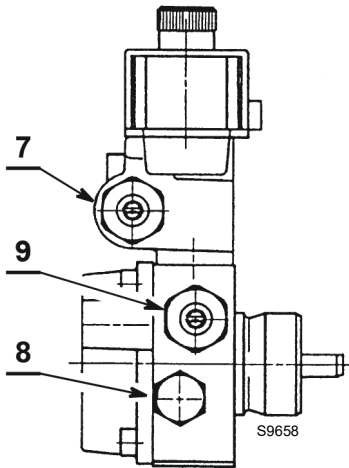

Fig. 19
- Si es necesario, volver a calibrar la presión con el tornillo 7) Fig. 19.
- El manómetro para controlar la presión se monta en lugar del tapón 8) Fig. 19.
- Si es necesario, volver a calibrar dicha presión o, si se prefiere cambiarla, utilizar el tornillo 9) Fig. 19.
- Si es necesario, volver a calibrar dicha presión o, si se prefiere cambiarla, utilizar el tornillo 9) (Fig. 19).
- El manómetro para controlar la presión se monta en lugar del tapón (8) (Fig. 19).